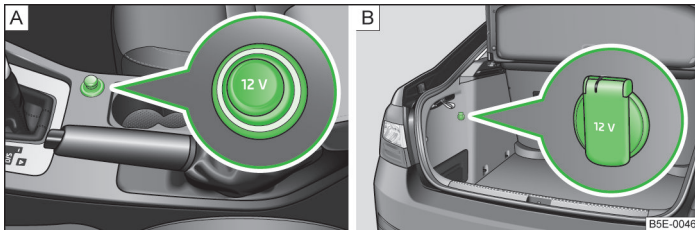

Abb. 67 12-Volt-Steckdose: in der Mittelkonsole vorn / im Gepäckraum
In der Mittelkonsole vorn » Abb. 67 - .
Im Gepäckraum » Abb. 67 - .
- Die Abdeckung der Steckdose abnehmen » Abb. 67 -  bzw. die Abdeckung der Steckdose öffnen » Abb. 67 - .